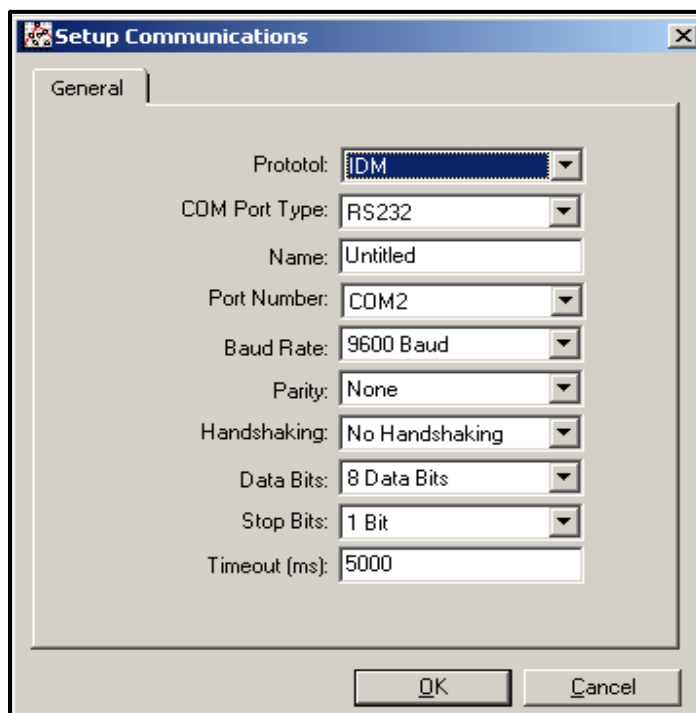

Рисунок 19: Окно «Setup Communications» (Настройка связи)
4. Щелкните мышью по пункту меню «*Communications Port*» (Порт связи), чтобы выделить его. Окно «*Setup Communications*» (Настройка связи) аналогично окну, изображенному на рис. 19.